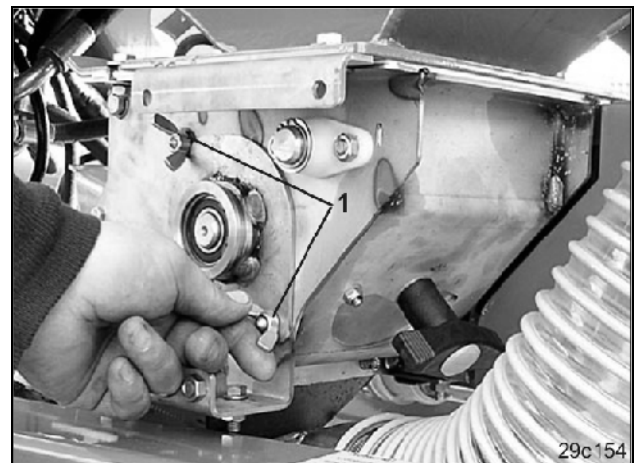

Fig. 73
- Zwei Flügelmuttern (Fig. 73/1) lösen, nicht abschrauben.